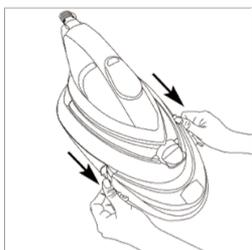

FIGURE 2
2. Retirez le réservoir d'eau (Figure 2).